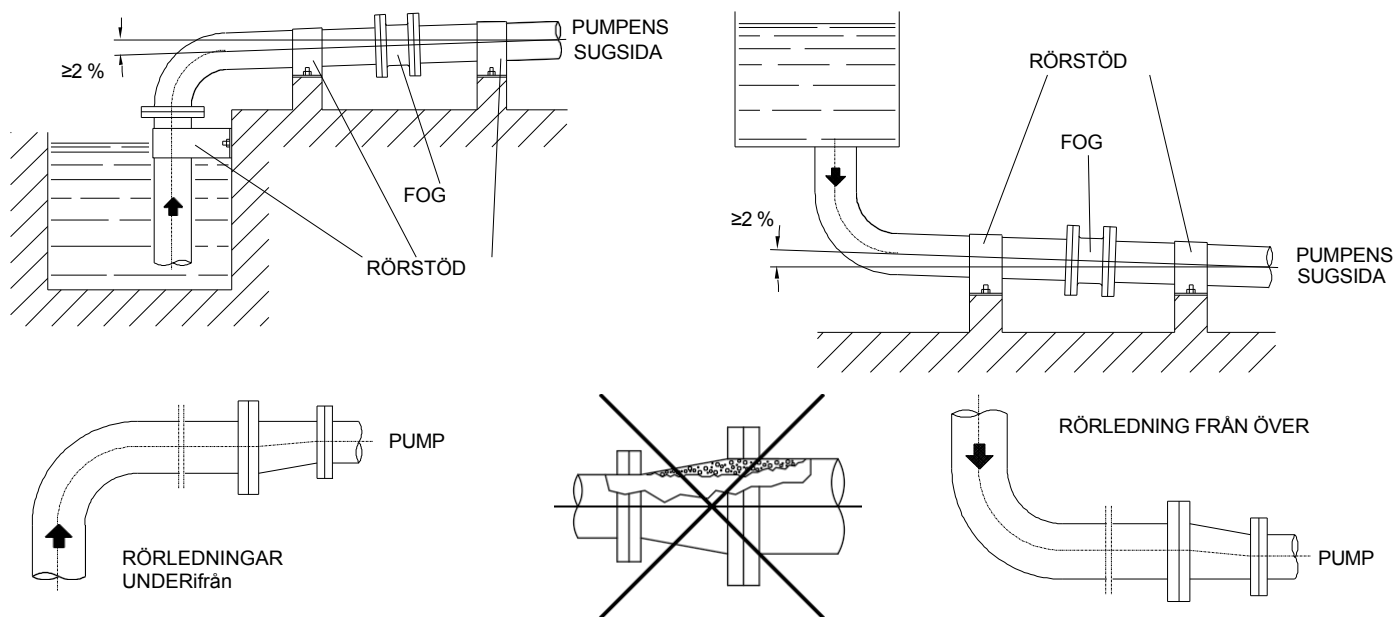

Fig. 5
Bestäm först placering och mått för alla anslutningar som krävs för att koppla samman pumpen med anläggningen, fortsätt sedan med själva rörläggningen: anslut pumpens sug- (se **fig. 5**) och tryckflänsar, servicevätskan för tätningen och alla övriga driftanslutningar.
7.2.1 - Sugrör (se fig. 5 och 6)